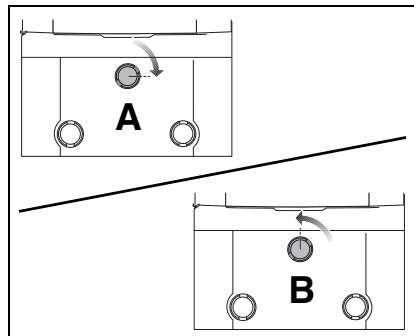

Fig. 3
- Chiudere il rubinetto del gas. Premere il rubinetto del gas e compiere un quarto di giro verso destra (fig. 3, pos. A).
- Aprire il rubinetto del gas. Premere il rubinetto del gas e compiere un quarto di giro verso sinistra (fig. 3, pos. B).
- Fechar a válvula de corte de gás. Para este efeito, pressionar a válvula de corte de gás para dentro e rodá-la para a direita em ¼ de volta (fig. 3, pos. A).